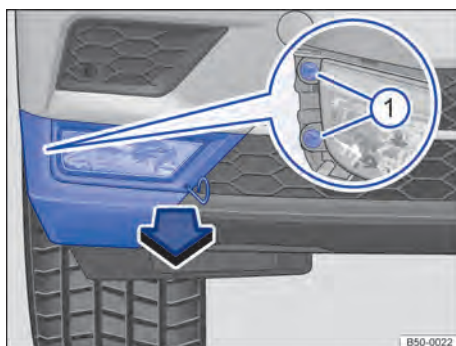

Fig. 236 No para-choque dianteiro à direita: desinstalar farol de neblina.
2. Retirar o gancho extrator das ferramentas de bordo e encaixar na abertura da cobertura → Fig. 236. Retirar a cobertura no sentido da seta para frente.
3. Desaparafusar os parafusos de fixação ❶ com a chave de fenda das ferramentas de bordo → Página 352.
11. Apertar os parafusos de fixação ❶ com a chave de fenda.
12. Encaixar a cobertura no para-choque → Fig. 236.